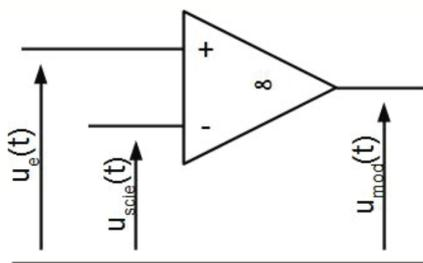

Figure A.2
On considère le montage de la figure A.2 mettant en jeu un ALI supposé idéal auquel on applique :
14. On veut créer un signal dent de scie de fréquence $f = 1$ MHz. On choisit $C = 10$ pF. De plus, pour que le signal ressemble le plus au signal dent de scie de la figure A.2, on suite $\Delta t_{bas} = 19\Delta t_{haut}$.